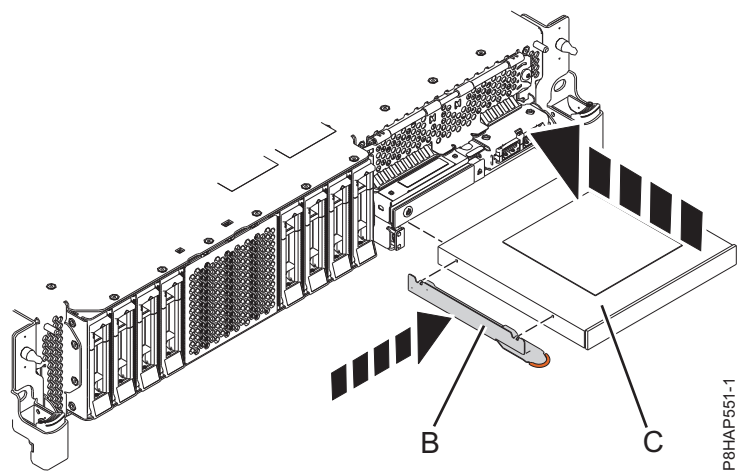
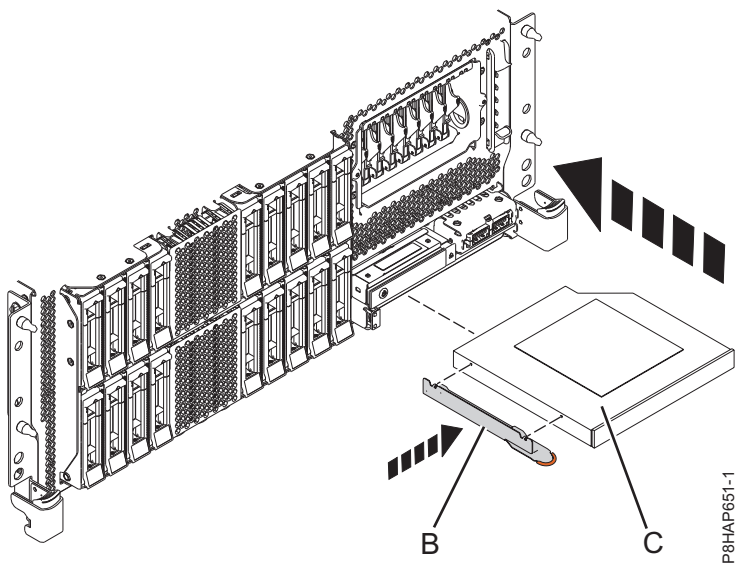
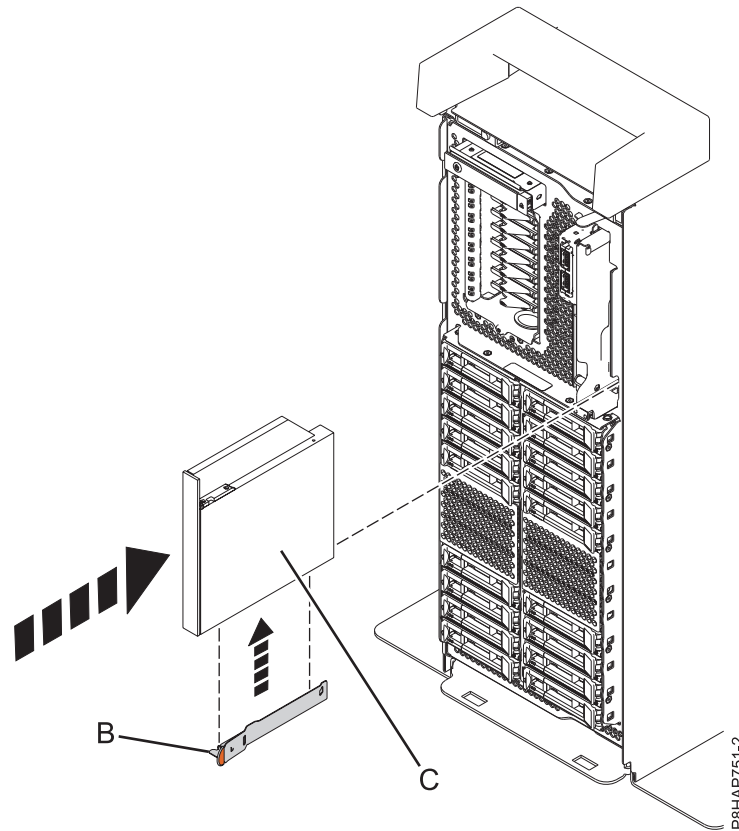

Figure 2. Installation d'une unité de stockage extra-plate sur un système 5148-21L, 5148-22L, 8247-21L, 8247-22L, 8284-21A, ou 8284-22A
Figure 3. Installation d'une unité de stockage extra-plate sur un système 8247-42L, 8286-41A ou 8286-42A monté en armoire
Figure 4. Installation d'une unité de stockage extra-plate sur un système autonome
4. Fixez le crochet de fixation (**B**) sur la nouvelle unité de stockage extra-plate, comme illustré dans figure 2, à la page 6 pour un système 5148-21L, 5148-22L, 8247-21L, 8247-22L, 8284-21A, ou 8284-22A, figure 3, à la page 6 pour un système 8247-42L, 8286-41A ou 8286-42A, ou figure 4, à la page 7 pour un système 8286-41A autonome.
Pour un système 5148-21L, 5148-22L, 8247-21L, 8247-22L, 8284-21A, ou 8284-22A, voir figure 2, à la page 6, pour un système 8247-42L, 8286-41A ou 8286-42A, voir figure 3, à la page 6, ou pour un système 8286-41A autonome, voir figure 4, à la page 7.